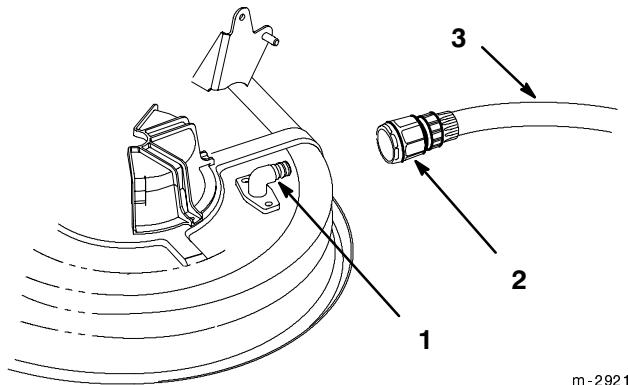

Figure 55
2. Vissez le raccord de lavage (non fourni) à l'embout de lavage du carter de tondeuse, et ouvrez l'eau en grand (Fig. 55).